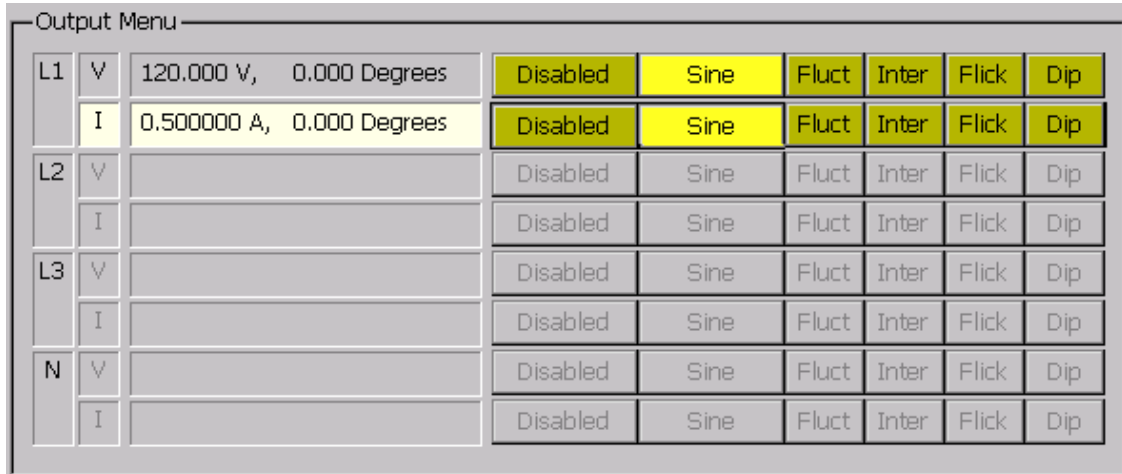

图 5. 输出菜单（选择 L1 电流）
2. 使用  将 **Output Menu** 控制焦点更改到 **L1 电流 (L1 I)**。注意，白色背景将移动到活动通道上。使焦点保持在 **L1 电流** 上。参见图 5。